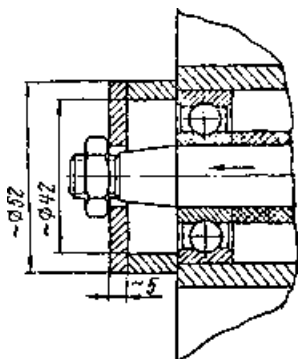

Рис. 2.19. Допрессовка коленчатого вала
2. Произвести предварительную запрессовку коленчатого вала в левую половину картера, установить сальник, распорную втулку, наружный подшипник. Допрессовать при помощи оправки (см. рис. 2.19) коленчатый вал до упора в кольцо внутреннего подшипника.